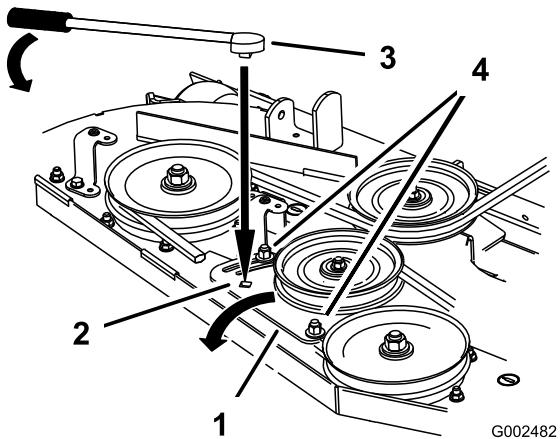

Figure 52
5. Si un réglage est nécessaire, desserrez la plaque du bras de tension et effectuez le réglage (Figure 52).
6. Insérez un manche à rochet ou une barre de levier dans le trou carré de la plaque pour régler la tension (Figure 52).
7. Pour augmenter la tension de la courroie, tournez la plaque de la poulie de tension jusqu'à ce qu'une résistance soit sentie et que la rotation s'arrête. Ne pas continuer quand elle s'arrête (Figure 52).
8. Serrez les boulons de fixation de la plaque (Figure 52).